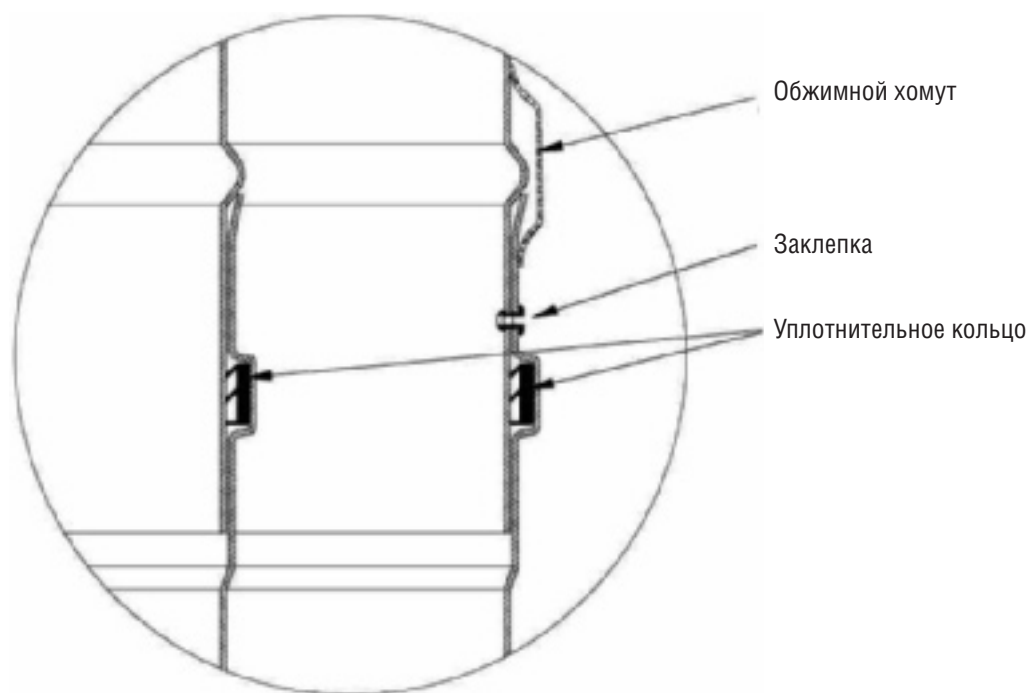

Рис. 8: Крепление терминала
- j) Терминал (оголовок) крепится при помощи обжимного хомута и клепок (см.рис.8) и удерживается от порывов ветра внутри кровли посредством межстропильного или потолочного крепления.
Терминал следует закрепить заклепками и обжимным хомутом. Через каждые 15 см следует установить потайные заклепки. Место установки заклепок приведено на рис.8.